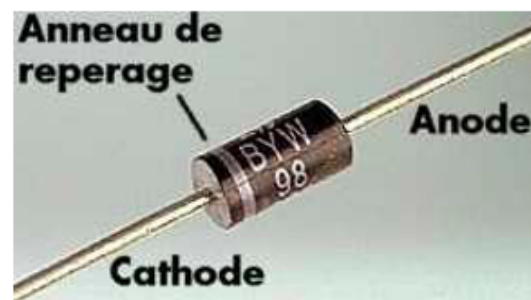

Figure2
6. Étudier le montage de la figure 2.